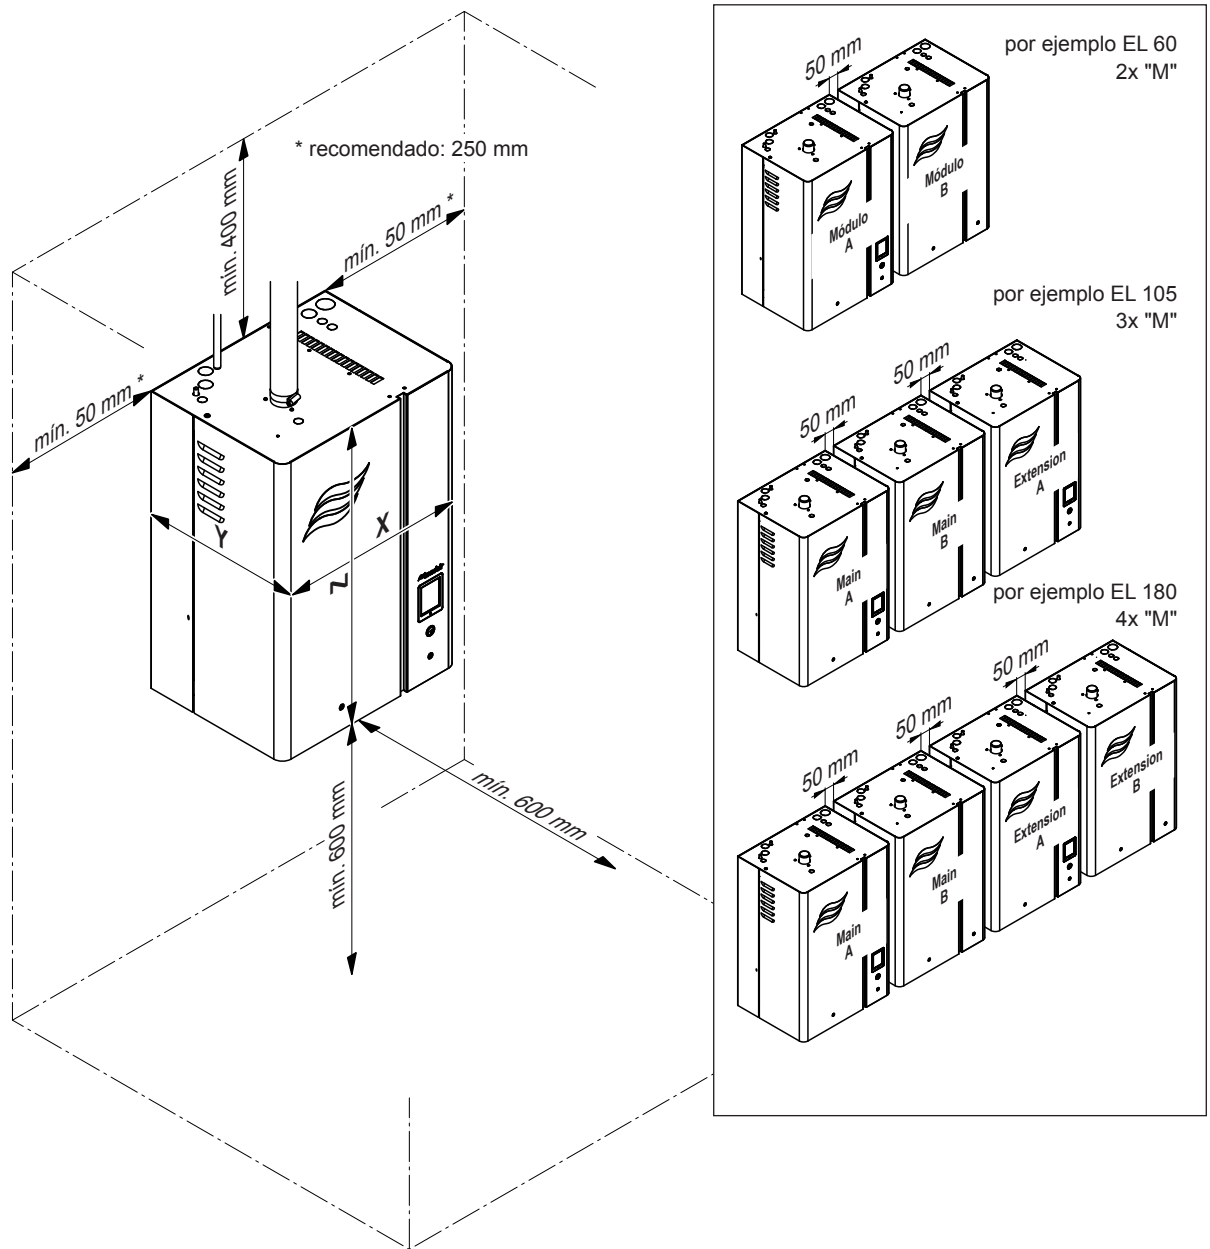

Fig. 9: Distancias que se deben mantener
- Coloque el humidificador de vapor de tal modo que el **equipo sea de fácil acceso** y que haya suficiente espacio para realizar el mantenimiento. Las **distancias mínimas** de acuerdo con Fig. 9 **deben ser respetadas**.
- Para que los cables suministrados puedan utilizarse en equipos dobles y sistemas Linkup, los equipos individuales deben montarse en el orden establecido con una distancia máxima entre ellos de 50 mm y a la misma altura (véase la Fig. 9).